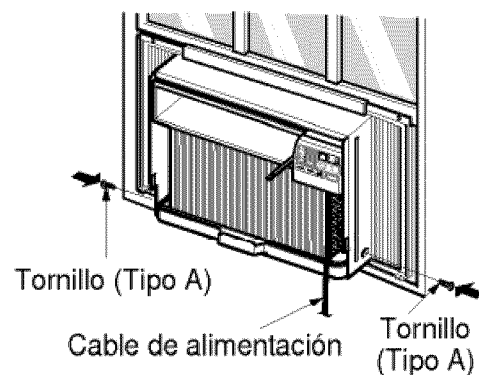

Fig. 7
- 10 Deslice la unidad dentro del gabinete. (ver Fig. 7)